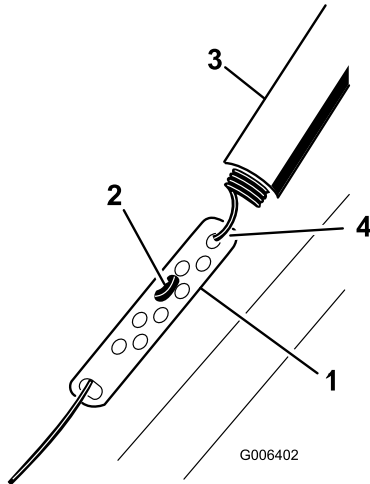

Figure 27
1. Remontez la protection du ressort et décrochez le ressort de la biellette de réglage (Figure 27).